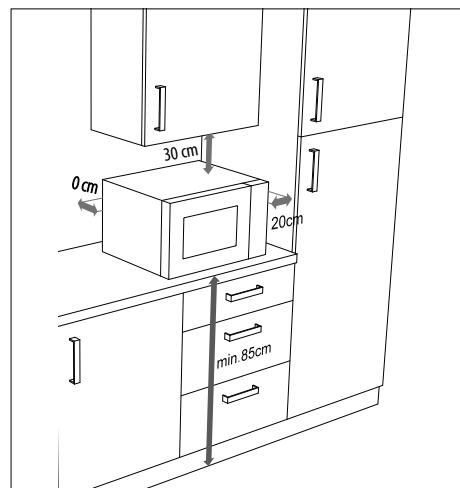

Fig. 2 – Distancias de aparato
- ▶ Se deben observar las distancias indicadas en «**Fig. 2 – Distancias de aparato**» para asegurar una buena ventilación. El distanciador de la pared posterior del aparato debe tocar la pared. Este garantiza que se mantiene la distancia correcta al colocar el microondas.